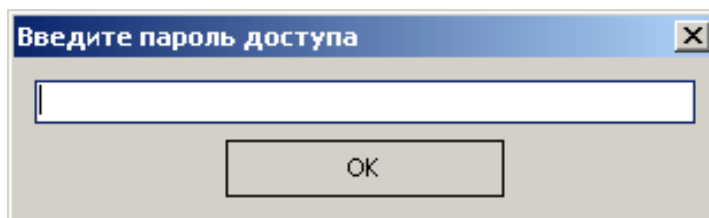

Рисунок 27 – Ввод пароля
5. Нажать кнопку «Прошить». Перед Вами появится окно (Рисунок 27).